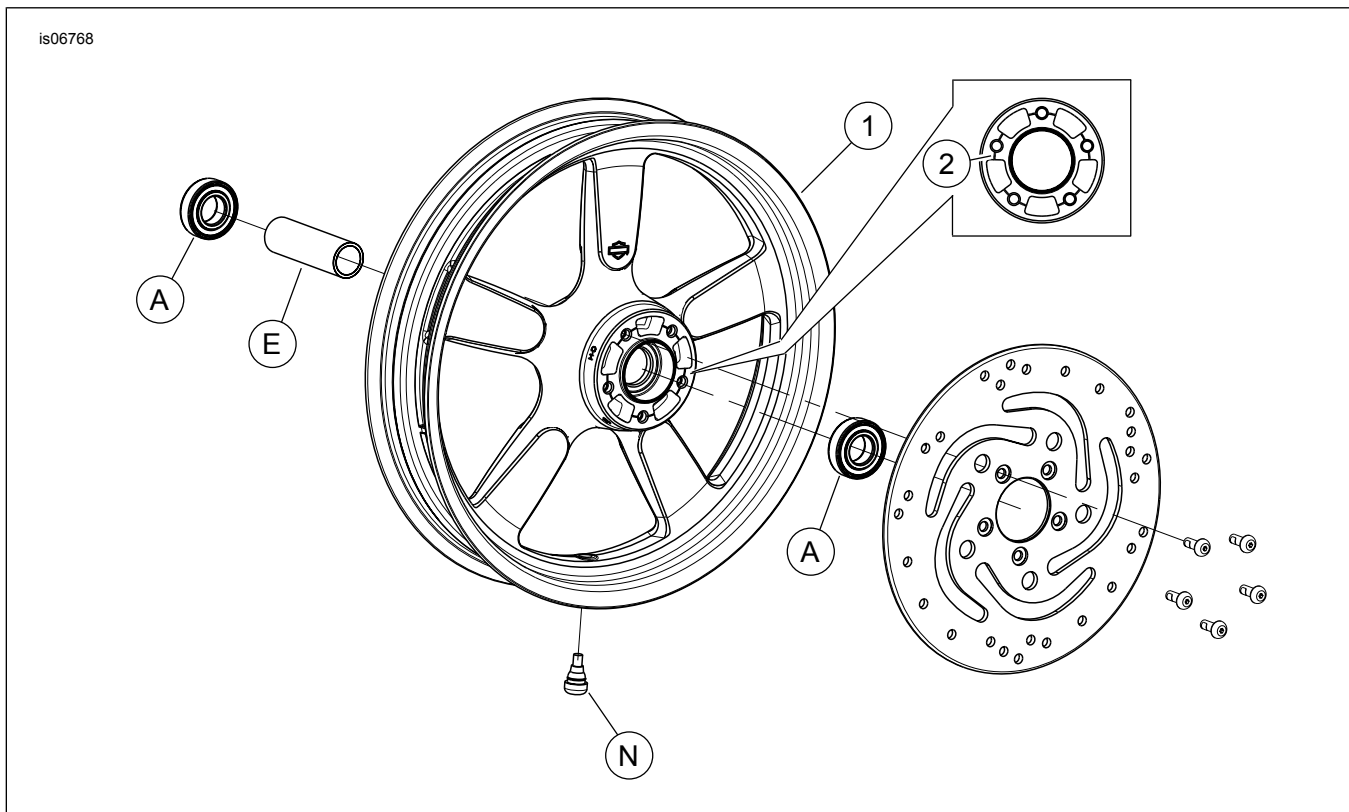

Figura 2. Peças de reposição: Roda dianteira Fat-X
Este kit inclui somente a roda personalizada. Veja Figura 2 e Tabela 2
2. Veja Figura 2. Instale o conjunto da haste da válvula (N) na roda. Consulte PNEUS no Manual de serviço.